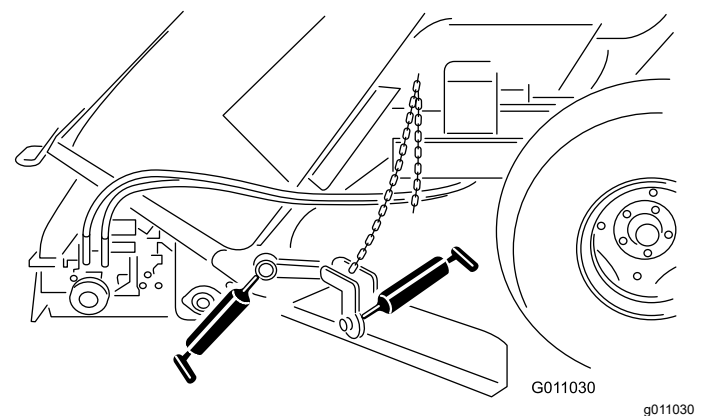

Figure 38
- Fixation de lame à andain (Figure 38)
- Moyeu de lame à andain (Figure 38)